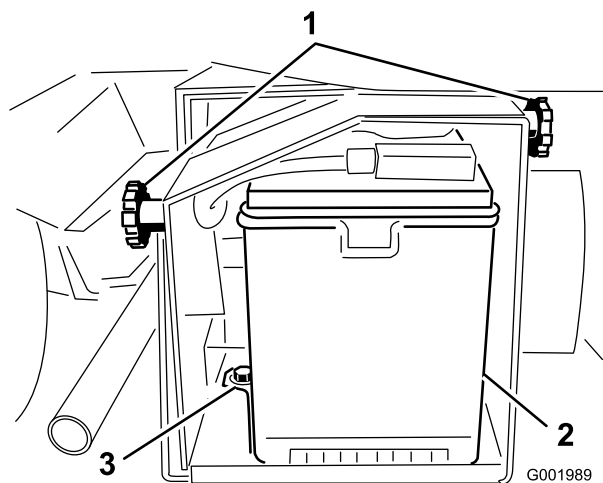

図 55
2. バッテリー・ボックスのノブ(図 55)をゆるめ、カバーを外す。
5. バッテリー・リターナと固定金具を外す(図 55)。
2. バッテリー押さえを元通りに取り付ける(図 55)。
4. バッテリーカバーを元どおりに取り付けノブで固定する(図 55)。
1. バッテリー・ボックスのノブ(図 55)をゆるめ、カバーを外す。